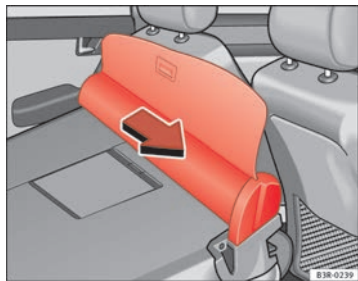

Fig. 122 Desmontar la cubierta del maletero / red de separación
- Tire de la red de separación en la dirección de la flecha ⇒ fig. 122 y sáquela de sus guías.